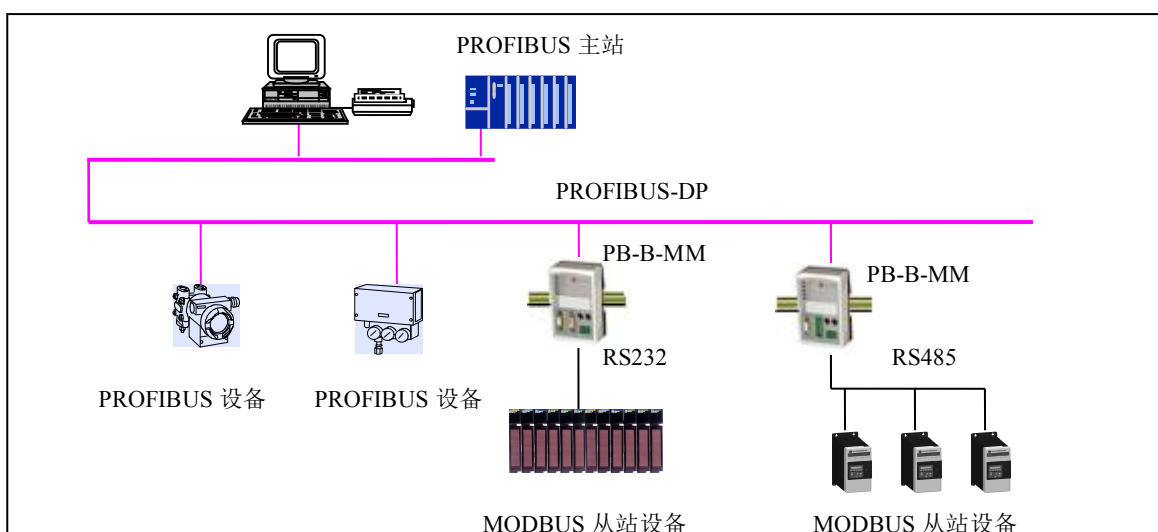

图 0-1 PB-B-MODBUS/232/485/V3x 做主站
2. PB-B-MODBUS 型产品，在 PROFIBUS 一侧只做 PROFIBUS 从站；在 MODBUS 一侧即可做 MODBUS 主站(见图 0-1)，也可以做 MODBUS 从站(见图 0-2)。
上图 0-1 中 PB-B-MODBUS 在 MODBUS 一侧是主站，通过 RS232/485 接口连接到 MODBUS 从站设备上。